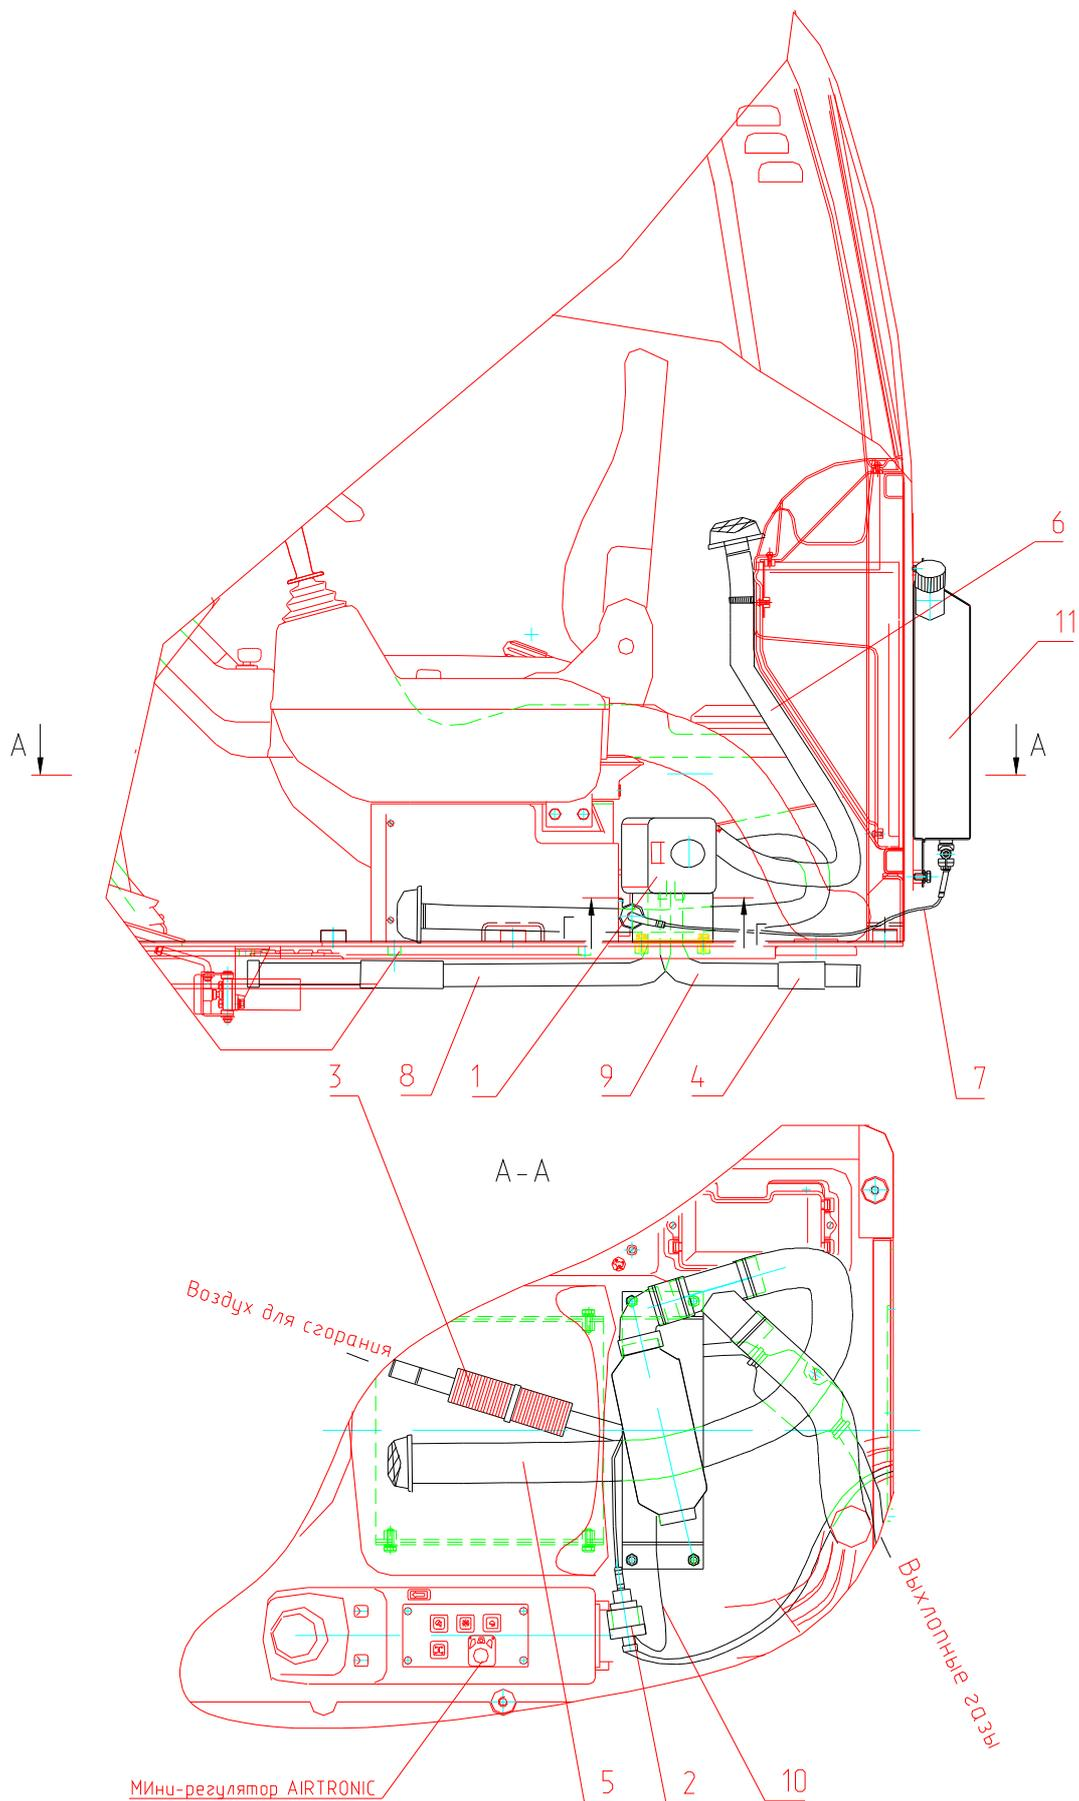

Рис.28 Установка отопителя кабины
2.5. УСТАНОВКА ОТОПИТЕЛЯ КАБИНЫ (РИС. 28)